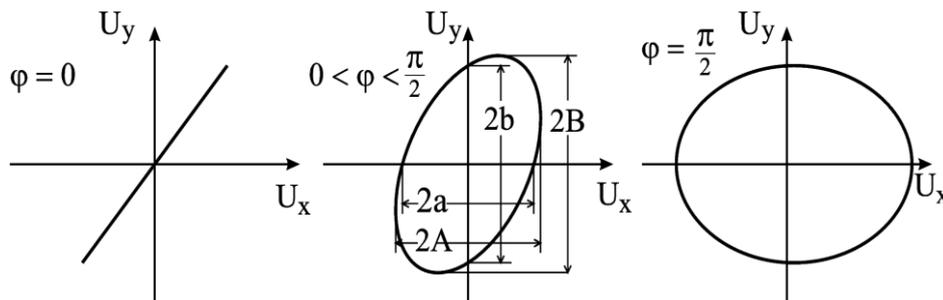

Bild 8: Lissajous-Figuren für gleiche Frequenzen $\omega_1 = \omega_2$.
- a) Die Frequenzen beider Spannungen sind gleich ($\omega_1 = \omega_2$). Es entsteht eine Ellipse, deren Form und Lage vom Spannungsverhältnis und der Phasendifferenz φ abhängig ist. Für $\varphi = 0$ entartet die Ellipse zu einer Geraden, für $\varphi = \pi/2$ ergibt sich eine Ellipse in Hauptachsenlage. Für andere Phasenverschiebungen sind die Hauptachsen der Ellipse gegen die X - bzw. Y -Achse geneigt (Bild 8). Aus der Lage und der Form der Ellipse kann man deshalb Aussagen über die Phasenverschiebung gewinnen.